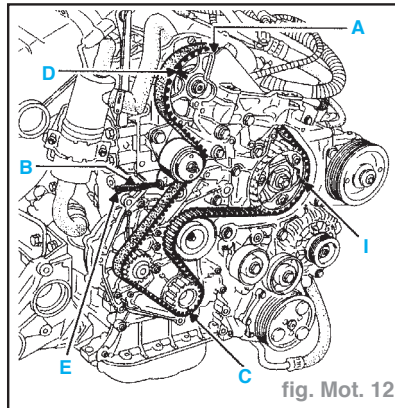

fig. Mot. 12
- Contrôler l'alignement (fig. Mot. 12) du repère du pignon de vilebrequin (C) en bas, celui de l'arbre à cames (D) se situe légèrement sur la gauche (45°) (le repère intérieur (A) du pignon d'arbre à cames en face du point fixe du cache
- culbuteurs), et le repère (I) du pignon de la pompe d'injection se trouve en face du carter de pompe d'injection.
- Détendre la courroie de distribution en dévissant l'écrou (B) et la vis (E).
- Mettre en tension la courroie de distribution en amenant le cadran (H) du galet tendeur sur la butée (F) sans forcer, à l'aide de la vis (E); serrer l'écrou du tendeur (fig. Mot. 12 et 13).
- Desserrer l'écrou du tendeur, puis ramener progressivement le galet à l'aide de la vis (E) de tension du galet tendeur, vers la position minimale de tension (G) (repère aligné au centre du cadran (H) (fig. Mot. 12 et 13).